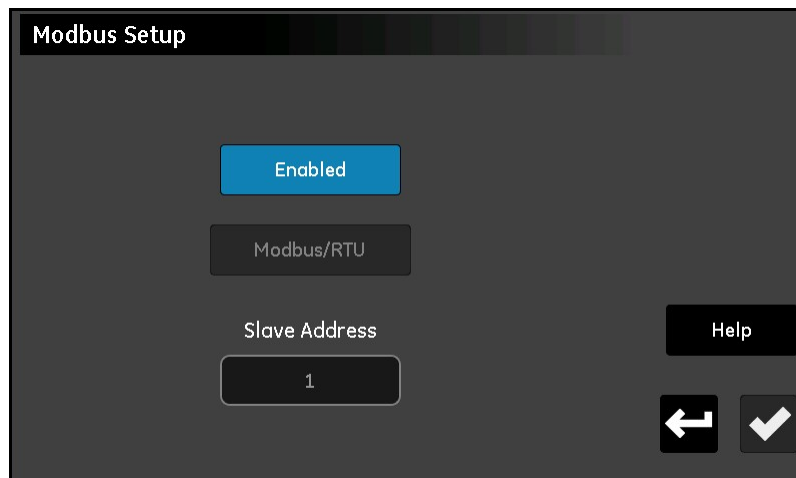

Figura 68: Pantalla de configuración de Modbus
1. En la pantalla *Menú Configuración* (consulte la *Figura 52 en la página 57*), pulse el botón **Modbus** para abrir una pantalla *Configuración de Modbus* similar a la de la *Figura 68*.